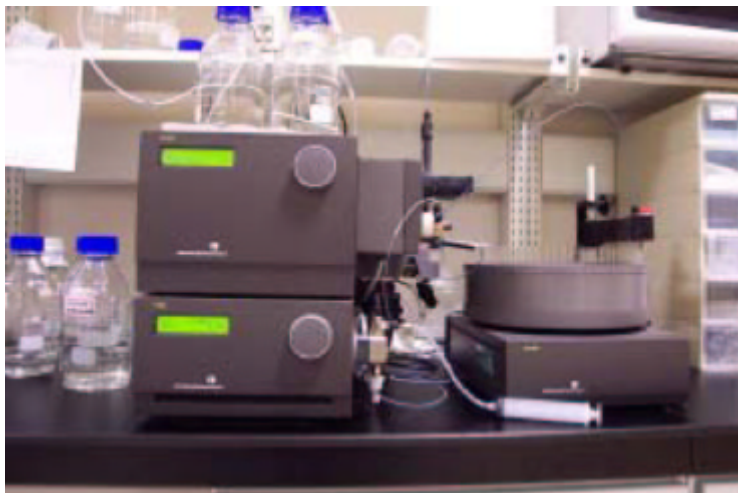

Fig 5 HPLC，分為三部分，左上 UV-900，為層析儀主要部分，包括層析管柱（外接），UV 偵測儀等，左下 P900，含有二組蠕動幫浦，以提供輸送溶液所需動力，右下為 Frac-900，收集層析出來的樣品
- (3) HPLC 為分析技術中應用最廣泛的一種層析法，層析分離過程之欲分離的成份需先溶於溶劑中，然後在高壓下注入分離管柱，樣品中的各個成份藉由移動相的帶動，滲透通過分離管柱中的固定相。各成份的移度依其平衡分佈狀態而定，有些成份和固定相之間的作用力不大，很快地被沖洗出分離管柱，而有些成份與固定相作用力較大，則較慢沖洗出來。Fig 5 為 Amersham Biosciences 公司所製造高效能液相層析儀(HPLC)，型號為 AKTAbasic 10。而 HPLC 為高效能的層析工具，利用高壓力來推動的溶液，來加速分離的效果。因為可以使孔徑變小，通常使解析度增加，與速度加快，為此實驗方法的極大優點。